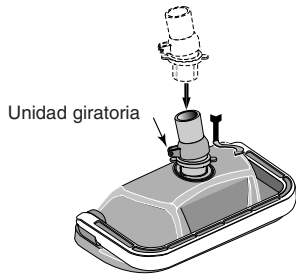

Figura 6
Paso 6: Ensamble el limpiador (Figura 6)